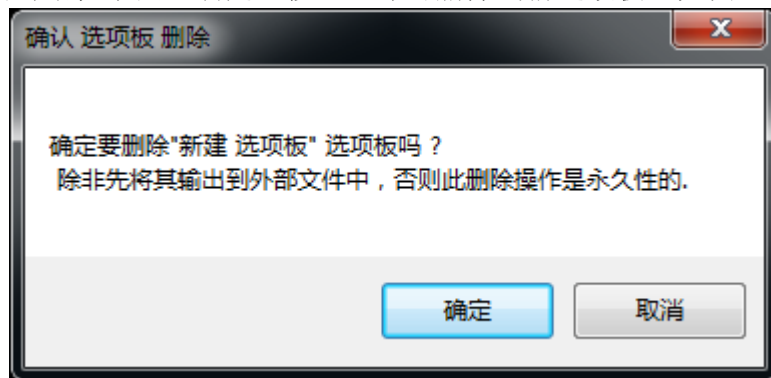

图 5-40 删除“工具选项板”
- 2) 在弹出对话框中点【确定】按钮，即可删除当前选项板，如图 5-40 所示。